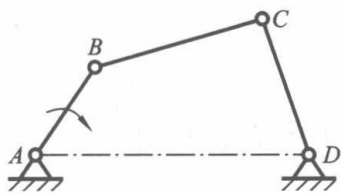

图 2-4 原动件数 = 机构自由度
(1) 原动件数 = 机构自由度,机构具有确定运动,如图 2-4 所示。